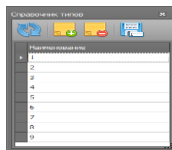

Рисунок 78
- В открывшемся окне – Справочник типов (Рис. 78)